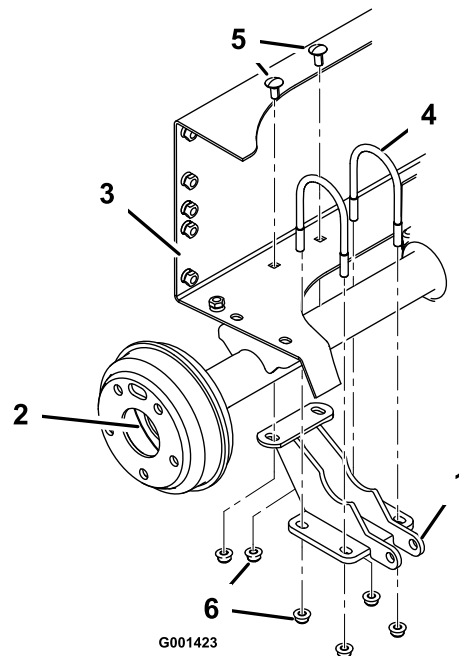

Figura 5
4. Montate, senza fissarlo troppo saldamente, il supporto del cilindro di sollevamento sull'estremità destra del ponte posteriore con 2 bulloni a U e 4 dadi flangiati (3/8 pollice) allineando contemporaneamente i fori di fissaggio con i fori nel vassoio della batteria (Figura 5).
5. Fissate il supporto del cilindro di sollevamento al telaio posteriore con 2 bulloni a testa tonda (3/8 x 3/4 pollice) e 2 dadi flangiati (3/8 pollice). Serrate uniformemente i 4 dadi flangiati sui bulloni a U di modo che la staffa sia allineata all'assale. Serrate i due dadi per fissare il retro della staffa al telaio posteriore (Figura 5).